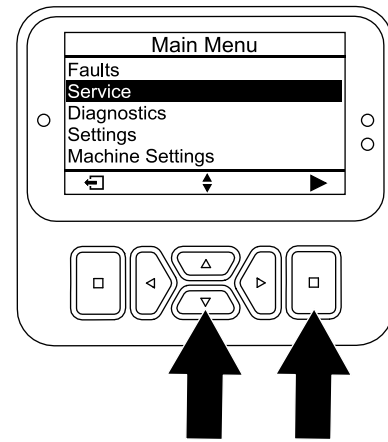

Figura 166
5. Premete il pulsante Giù fino a quando non viene selezionata l'opzione MANUTENZIONE, quindi premete il pulsante Invio (Figura 166).